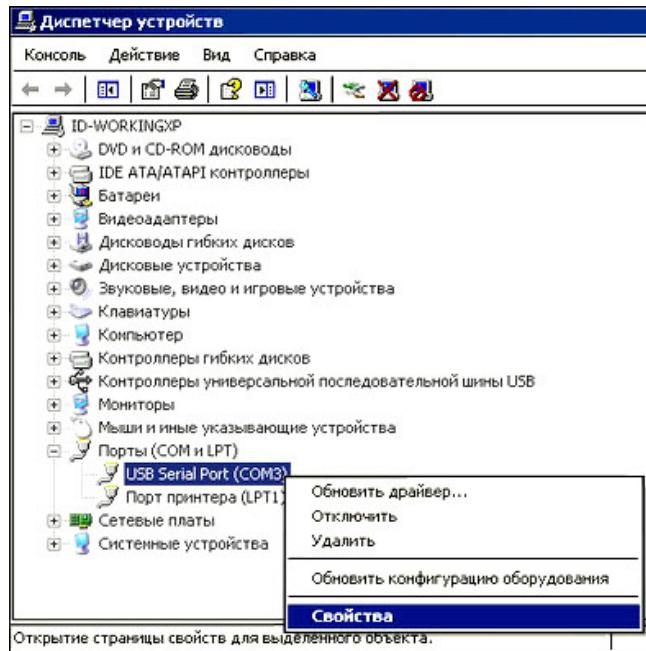
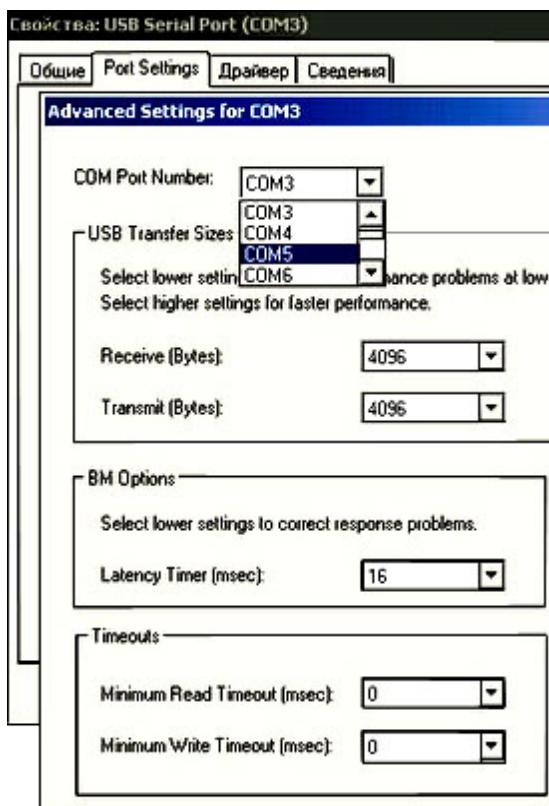

Рис. 9. Определение номера СОМ-порта
Рис. 10. Смена номера COM-порта
4. Определите номер СОМ-порта в диспетчере устройств (рис. 9). При желании можно сменить номер СОМ-порта (рис. 10).